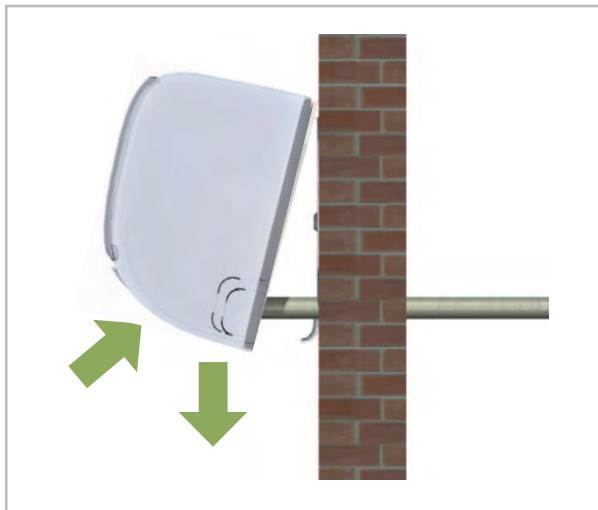

Abb. 12: Waagerechte Ausrichtung
5. ➤ Überprüfen Sie nochmals die waagerechte Ausrichtung des Gerätes. (Abb. 12)